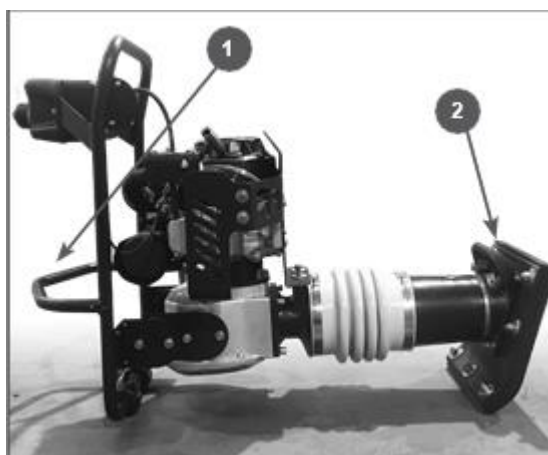

Рис.21 - Транспортирование в горизонтальном положении
4. Измерьте зазор между электродами свечи зажигания специальным щупом. Зазор должен быть 0,7-0,8 мм (Рис. 21). При увеличении, или уменьшении требуемого зазора, рекомендуется заменить свечу, так как регулировка зазора может привести к изменению качества искрообразования.
Если зафиксировать вибротрамбовку в вертикальном положении невозможно, закрепите устройство на транспортном средстве так, чтобы оно не перевернулось, не упало и не скатилось. Уложите вибротрамбовку так, чтобы двигатель был сверху (Рис. 21), и привяжите ее к транспортному средству за раму и рабочий цилиндр. Вибротрамбовку следует привязывать поперек рабочего цилиндра между трамбуемым башмаком и смотровым отверстием для контроля уровня масла.
Перенос вибротрамбовки к новому участку работы осуществляется за транспортировочную скобу 1 и транспортировочную рукоятку 2 (Рис. 21).